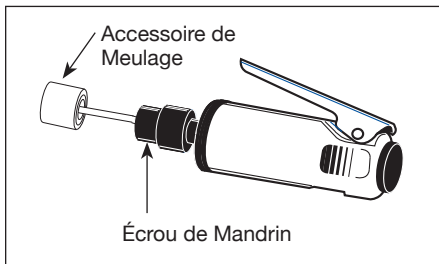

Figure 2
1. Introduire la tige de l'accessoire de meulage dans l'ouverture du mandrin (Voir Figure 2). S'assurer que la tige soit complètement introduite.